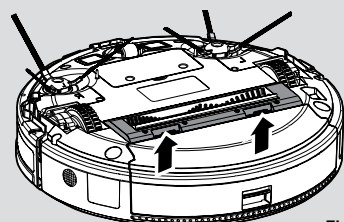

Fig. 22
2. Vuelque el robot. **[Fig. 22]**